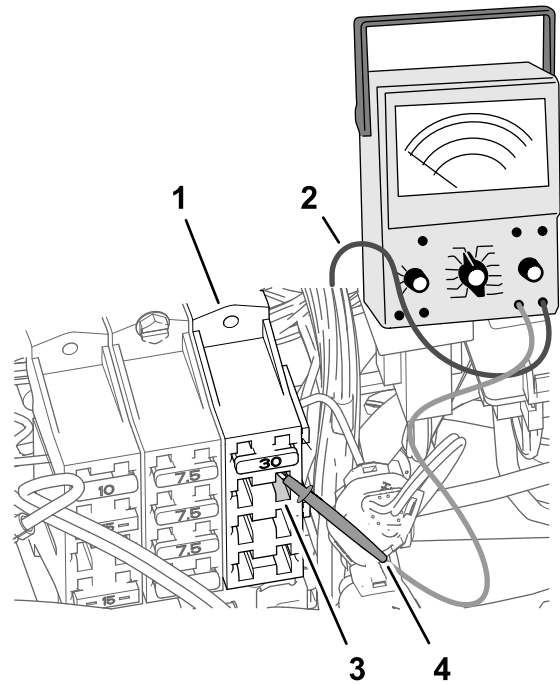

Figura 190
- No bloco de fusíveis 3 da máquina, insira a sonda do multímetro no contacto 4 (na coluna direita) da tomada do fusível 2 como se mostra na Figura 190.